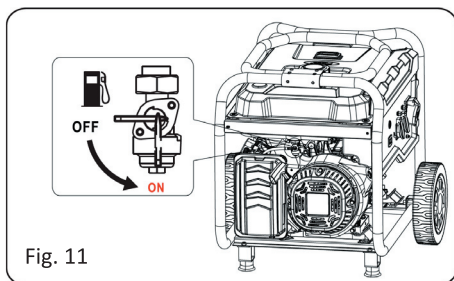

Fig. 11
- Sätt bränslekranen i positionen On (öppen). (Se fig. 11).